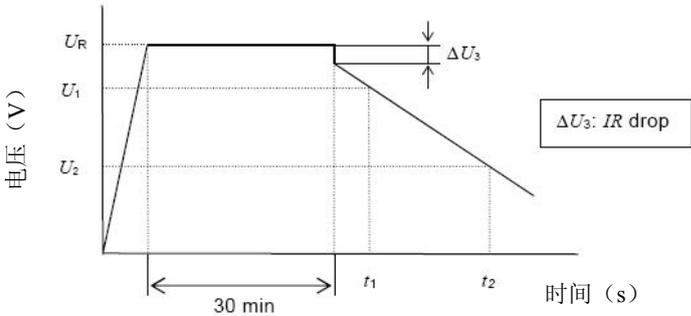

图2 电容器的端电压特性
- ⊙ 测量电容器两端电压从U₁到U₂的时间t₁和t₂，如图2所示，根据下列等式计算电容量值：